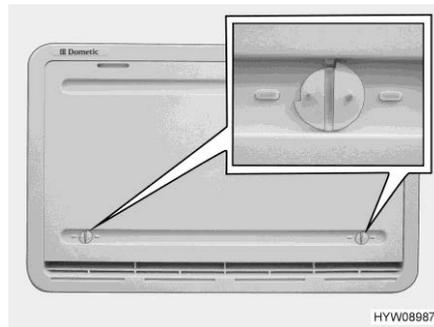

Fig. 133 Protection hivernale
Quand le réfrigérateur doit être utilisé à basses températures extérieures, le fabricant recommande d'employer une protection hivernale (Fig. 133) pour ses grilles d'aération du réfrigérateur.
- Ouvrir les deux dispositifs de verrouillage (Fig. 133) (la rainure est à l'horizontale).